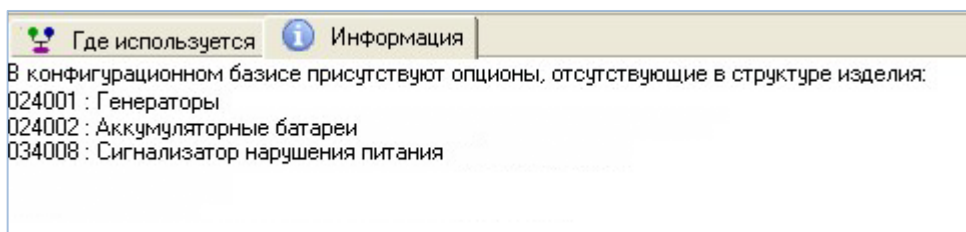

Рис. 13-114 – Результаты проверки соответствия с ЭСИ
3) После проверки БД в правом нижнем окне редактора на вкладке «Информация» отобразится список опционов, не участвующих в описании вариантной структуры (рис. 13-114).